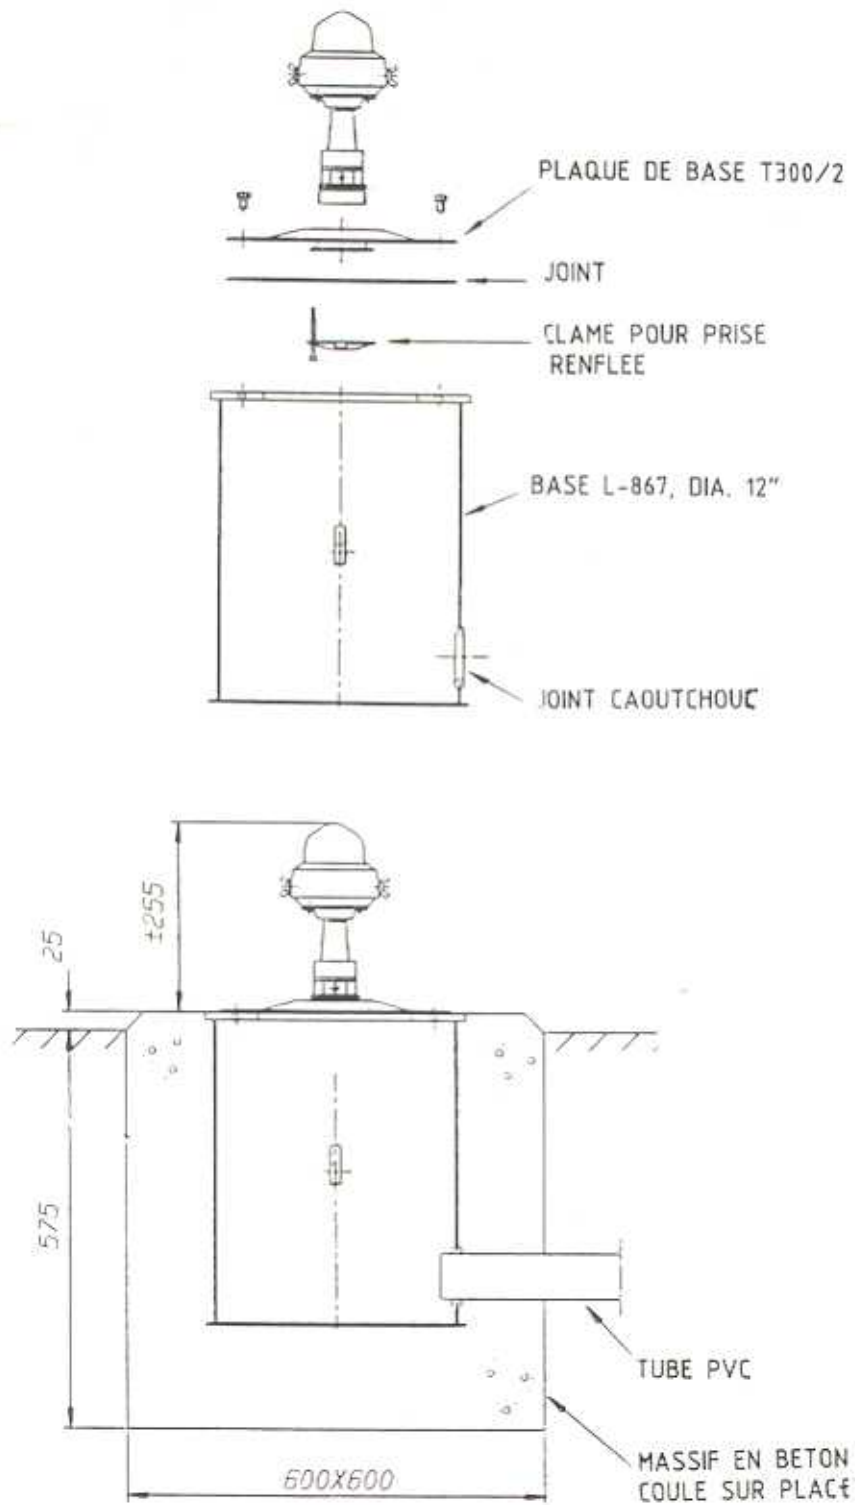

Fig. 5-1
- La plaque de base est munie d'un filetage 2"-11 FPP permettant de recevoir le pied frangible. L'étanchéité entre la plaque de base et la base est assurée par un joint plat. La procédure d'installation de la base L-867 est donnée dans le manuel AM.05.120f. Les figures 5-1 à 5-3 montrent des cas types d'installation.